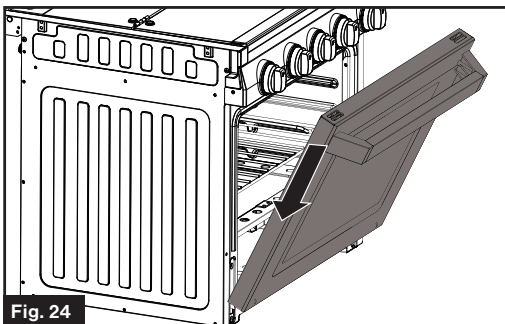
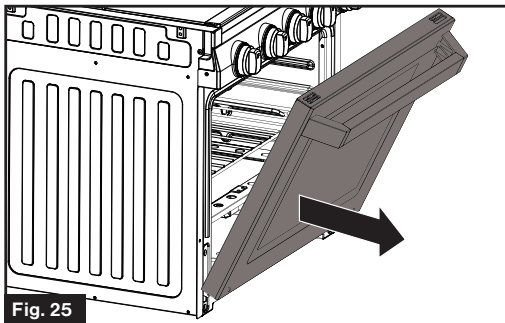
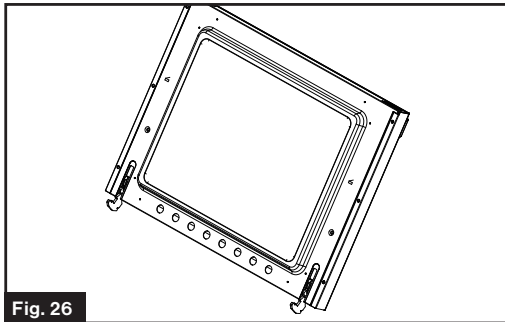

Fig. 24
Fig. 25
Fig. 26
- Sujete la puerta firmemente de ambos lados y, con ambas manos, tire de la puerta directamente hacia fuera de las ranuras de las bisagras. (Fig. 24, Fig. 25 y Fig. 26) Sostener la puerta con firmeza porque es pesada.